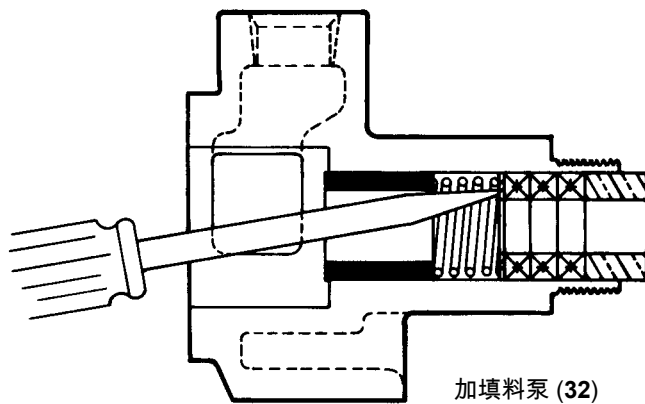
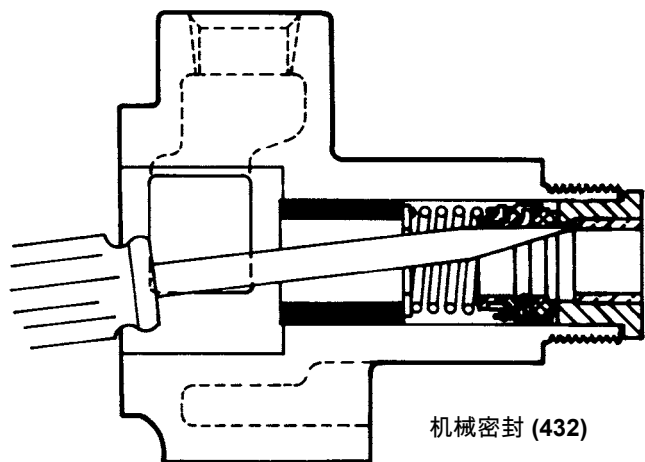

图 3
图 4
5. 现在可以从泵上取下填料或机械密封了。请参阅图 3 或图 4。每次将泵完全拆卸后，建议换上新的机械密封或填料环。